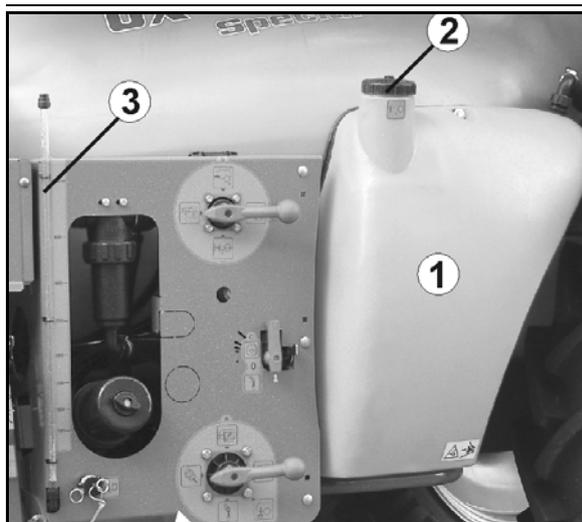

Рис. 59
- Заполнение со свободной проточной линией и поворотным сливом (Рис. 59).